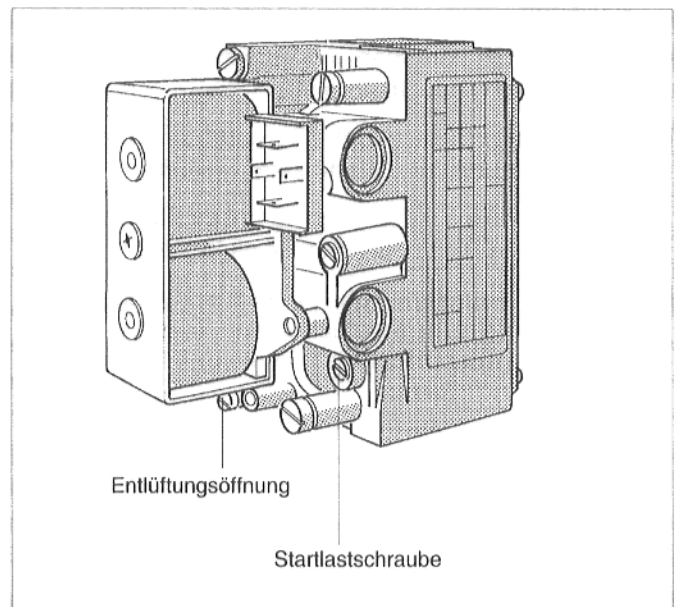

Abb. 5: Gasbrennerarmatur Sit 830 Tandem
- Bei Sit 830 Tandem: Abdeckkappe über der Entlüftungsöffnung entfernen (Abb. 5).
- Etwa 10 Sekunden, nachdem die Armatur geöffnet hat, erkennbar durch ein leichtes Klicken, Stufendruck am U-Rohr-Manometer ablesen und durch Drehen in Plus- oder Minus-Richtung an der Startlastschraube (Abb. 5 und 6) auf